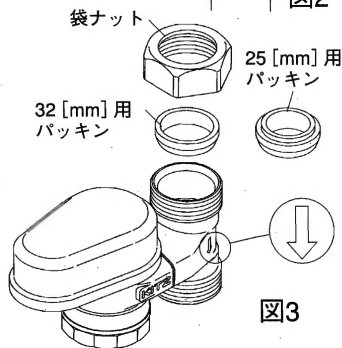

図3
- ・『通気番ぶち』の側面の矢印（↓：流れ方向）に注意して取付けてください。（図3）
- ・トラップ管外径が、25 [mm] の場合『通気番ぶち』本体に装着された32 [mm] 用パッキンを取り、同梱の25 [mm] 用パッキンと付け替えてください。（図3）